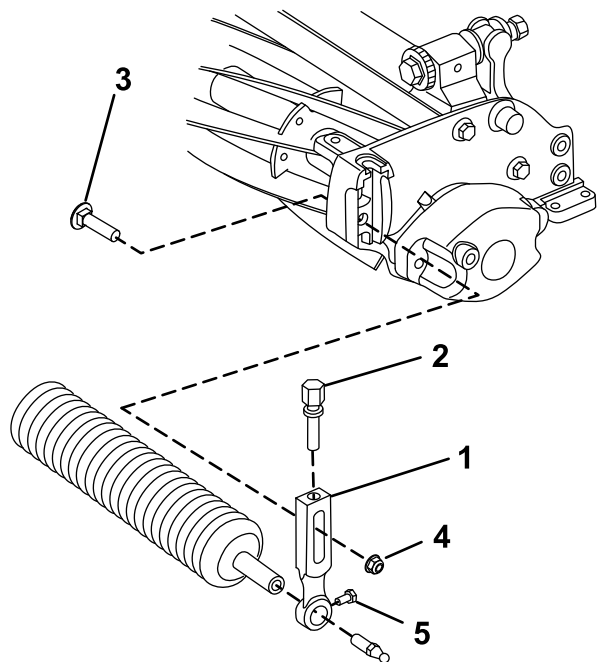

図 3
1. 刈高アーム左右のどちらか1本をカッティングユニットのサイドプレート固定しているプラウボルトとフランジロックナットを外す 図 3。